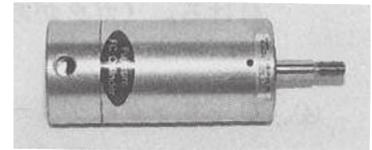

Fig.9
- ⑩ ロックリングの先端が挿入孔に現れたら、ドライバーでリングの後端をこじ下げてリング溝内に押し込む。
- ⑪ 締め付け治具を弛めてシリンダから取り外す。
- ⑫ ラベルをシリンダに貼りつけて、ロックリング挿入孔を覆う。(Fig.9)